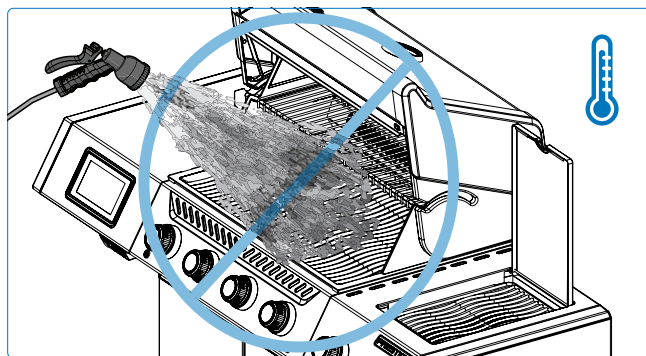

Fig. 16
1. Blus nooit een vlam of beheers steekvlammen met water (**Afbeelding 16**).